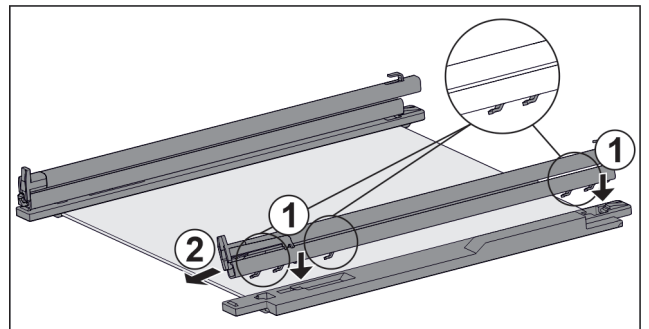

Fig. 115 Glasplatte mit Schienen und Halteteilen
- ▶ Haken der Schiene auf die Öffnungen des **linken** Halteteils setzen. Fig. 115 (1)
- ▶ Schiene nach vorne ziehen. Fig. 115 (2)
- ▶ Haken der Schiene auf die Öffnungen des **rechten** Halteteils setzen. Fig. 115 (1)